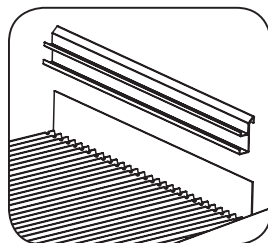

Fig. 3a
1. Cuelgue el riel de la rejilla en el salpicadero que rodea la parte posterior, como se muestra en la Fig. 3a.